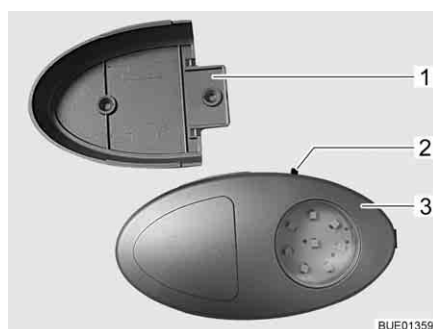

Fig. 70 Éclairage de la penderie
- ▷ Il est possible d'extraire l'éclairage de son support vissé (Fig. 70,1) et de l'utiliser comme lampe de poche.
Le bouton Marche/Arrêt (Fig. 70,2) se trouve directement sur l'éclairage de la penderie (Fig. 70,3).